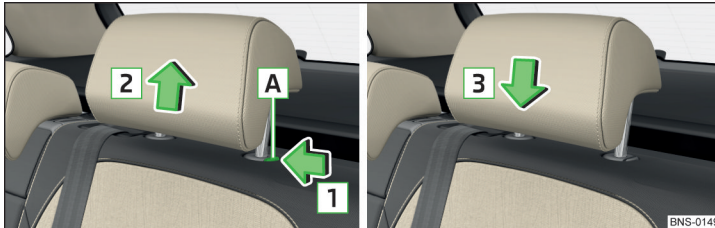

Fig. 99 Demontarea/montarea tetierei de pe rândul al doilea de scaune
- ▶ Mențineți apăsată tasta de siguranță **A** în direcția săgeții **1** și scoateți tetiera în direcția săgeții **2** » fig. 99.